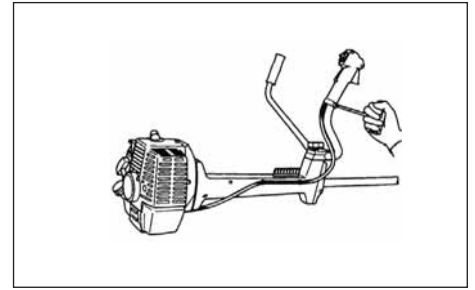

Fig. 1-3C
NOTE for CG40EY (T) (Fig. 1-3C, 3D)
Note pour le CG40EY (T) (Fig. 1-3C, 3D)
Nota per il CG40EY (T) (Fig. 1-3C, 3D)
Hinweis zum CG40EY (T) (Fig. 1-3C, 3D)
Nota para el CG40EY (T) (Fig. 1-3C, 3D)
Anmärkning gällande CG40EY (T) (Fig. 1-3C, 3D)